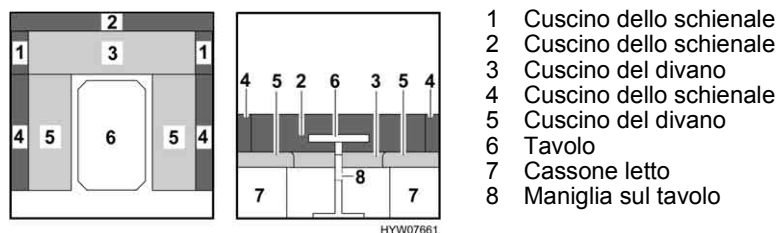

Fig. 72 Prima della trasformazione
- Collocare i cuscini dello schienale (Fig. 72,1 e Fig. 72,2) sotto il tavolo.
- Sistemare i cuscini del divano (Fig. 72,5).
- Sollevare la maniglia (Fig. 72,8) del tavolo (Fig. 72,6) verso l'alto e tirarla leggermente.